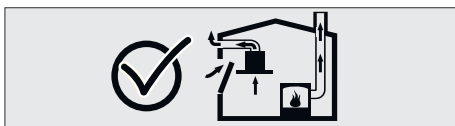

Fig. 4
- Derfor skal tilstrækkelig frisk luft altid sikres. Fig. 4